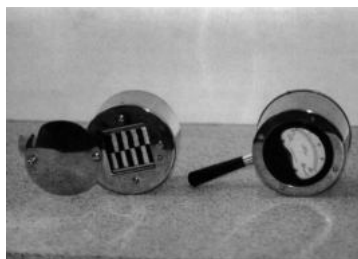

Рис. 3. Актинометр
3. Определение тепловой радиации проводится, если в помещении есть нагревательные приборы или нагретое оборудование. Тепловая радиация - это инфракрасное излучение с длиной волны от 760 до 15000 нм. Для измерения тепловой радиации используется **актинометр**. Датчик актинометра (рис. 3) представляет собой термобатарею и состоит из чередующихся черных и серебристо-белых металлических пластин, присоединенных к разным концам электрической цепи. При разности температур на концах электрической цепи из-за нагревания черных пластин в результате поглощения инфракрасных лучей возникает термоэлектрический ток, который регистрируется гальванометром, отградуированным в единицах тепловой радиации, - кал/см²·мин или Вт/м². Предельно допустимый уровень тепловой радиации на рабочем месте = 20 кал/см²·мин.